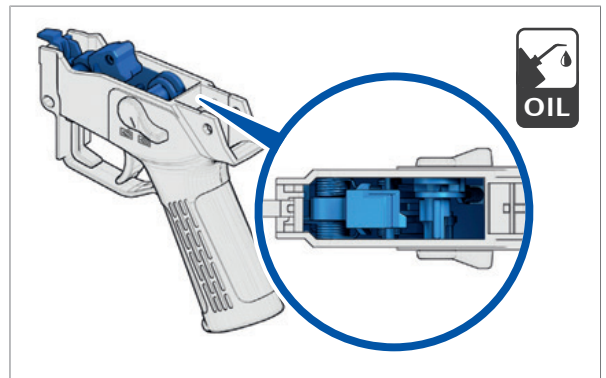

Abb. 118: Schmierstellen des Griffstücks
3. Schmierstellen des Griffstücks einölen (Abb. 118).